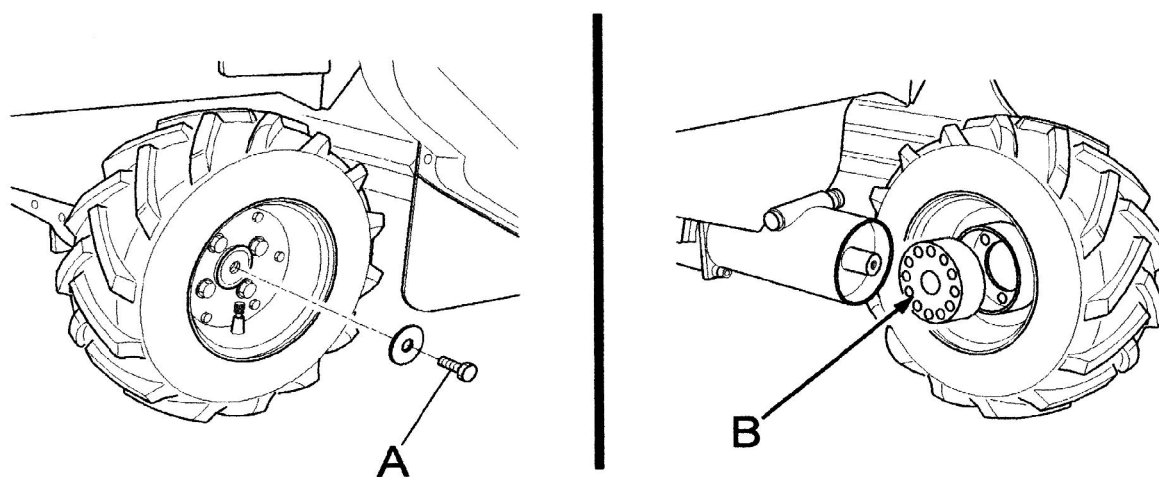

Figure 17
- Toutes les 50 heures, graisser les dispositifs de déblocage roues en enlevant la vis centrale indiquée Fig. 17 (Réf. A). Enlever la roue avec le moyeu puis graisser la partie découverte ( Fig. 17, Réf. B) et remonter la roue.